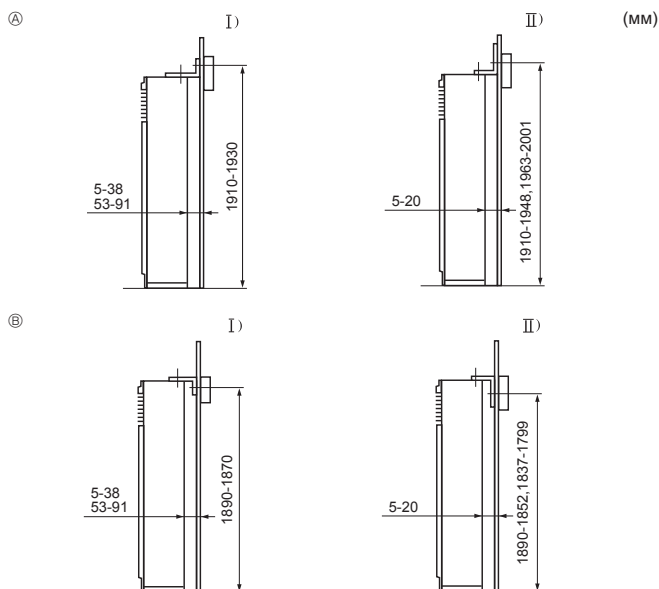

Fig. 3-3
- ① Крепежный кронштейн для предотвращения опрокидывания прибора
Крепежный кронштейн для предотвращения опрокидывания прибора ① устанавливается на верхней панели прибора. Снимите самонарезающие винты ②, и затем по-новому установите кронштейн, как показано на рисунке. Точные значения расстояний, соблюдение которых необходимо при установке, приводится, на Fig. 3-3.
- Ⓔ Снимите винт ⑩ и потяните решетку на себя, чтобы снять ее.
### 3.3. Монтаж крепежного кронштейна для предотвращения опрокидывания прибора (Fig. 3-3)